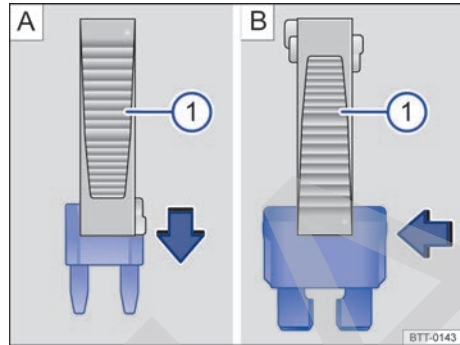

Fig. 165 Quitar o instalar un fusible con la garra de la pinza de plástico ①.
- De ser necesario, retirar la pinza de plástico ⇒ fig. 165 ① de la cobertura de la caja de fusibles.
- En caso de *fusibles pequeños*, encajar la garra ① por encima ⇒ fig. 165 A.
- En caso de *fusibles mayores*, empujar la garra ① lateralmente sobre el fusible ⇒ fig. 165 B.
- Si el fusible está quemado, cambiar el fusible por uno nuevo de la *misma* intensidad de corriente (mismo color e inscripción) y del *mismo* tamaño ⇒ ①.